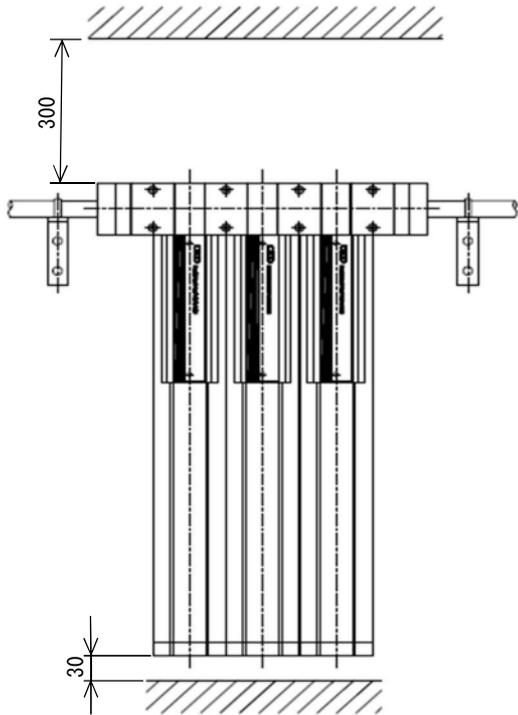

図 7
- 1) 配管から吊り下げて取付ける場合や前後に直接フィルタ等を連結する場合は、窒素ガス精製ユニットの入口と出口の配管を固定してください。（図 7 参照）